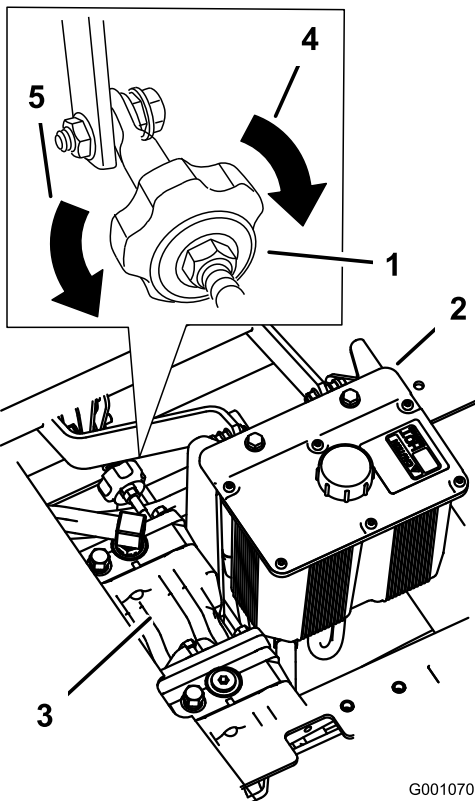

Figure 64
4. Pour que la machine tire à droite, tournez le bouton vers la droite de la machine; voir Figure 64.
5. Pour que la machine tire à gauche, tournez le bouton vers la gauche de la machine; voir Figure 64.